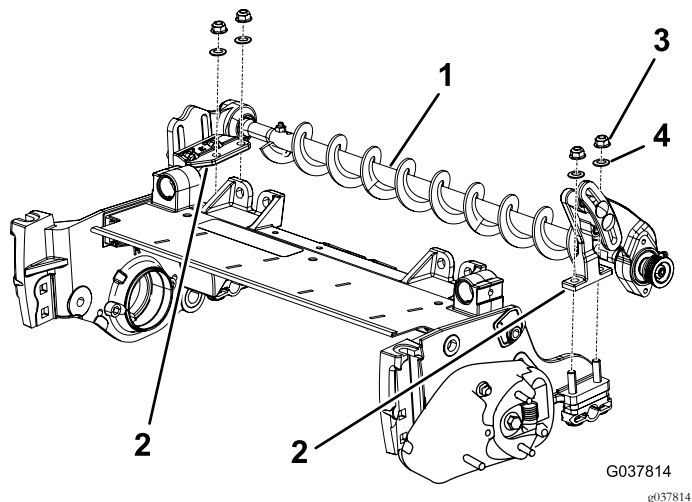

Figure 5
1. Placez les supports de montage de la brosse de rouleau sur les boulons des supports (Figure 5).